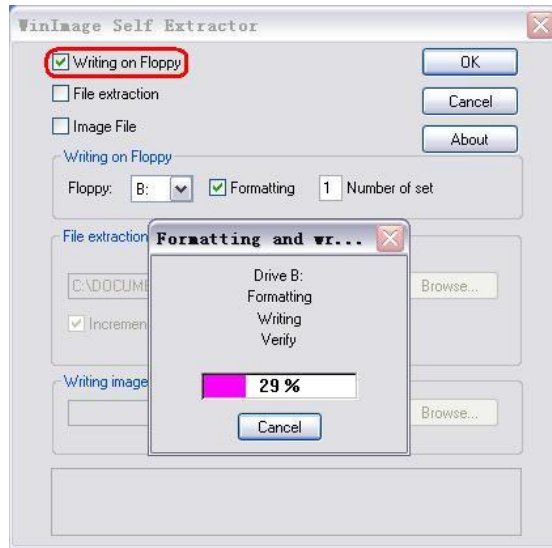

图 22
(C) 因为 Windows XP Professional 中不包括 RAID/SCSI 控制器的驱动程序，所以需要运行 Panel PC 677 Documentation and Drivers CD 中路径 Drivers\Raid\Intel\Ich6r 下的 F6flpy32.exe 文件，将 RAID 驱动程序解压到软盘，如图 22 所示。
(C) 因为 Windows Vista Business 中包括部分 RAID/SCSI 控制器的驱动程序，所以一般不需要象安装 Windows XP Professional 那样准备 RAID 的驱动软盘，但如果 Windows Vista Business 无法识别 RAID 磁盘，就需要运行 IPC 547C Documentation and Drivers CD 中路径 Drivers\Raid\Intel\Ich10 下的 F6flpy32.exe 文件，将 RAID 驱动程序解压到软盘，如图 22 所示。